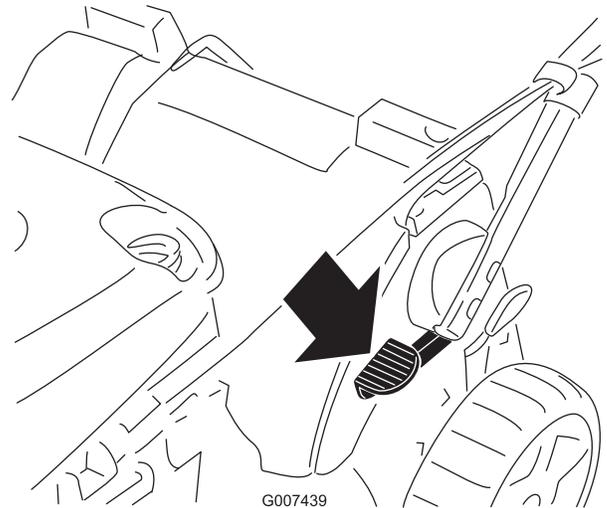

Bild 3
1. Treten Sie auf das Pedal und halten Sie es gedrückt (Bild 3).